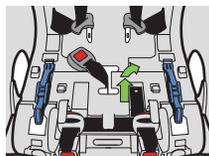
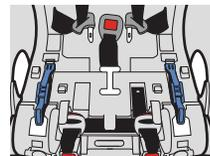

Figura 24
Figura 25
- Deslice la correa de la entrepierna hacia la otra ranura de la correa de la entrepierna, como se muestra en la **figura 24**, y asegúrese de que el botón rojo para soltar la hebilla quede viendo hacia fuera del asiento, como se muestra en la **figura 25**.